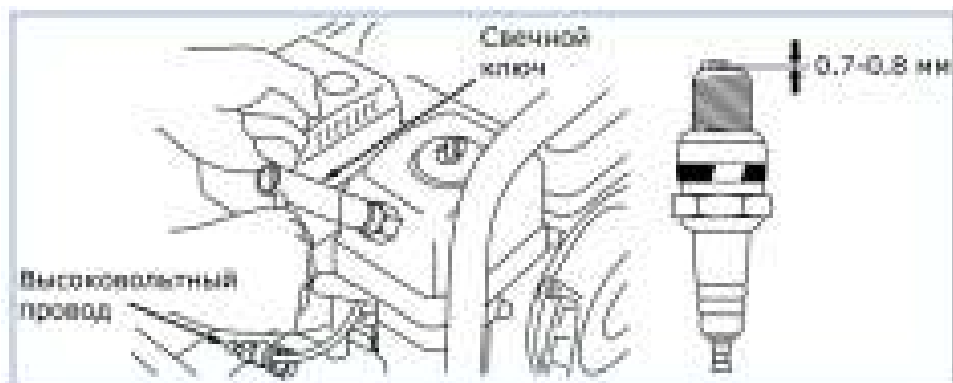

Рис. 20
8.3. Обслуживание свечи зажигания (рис. 20).